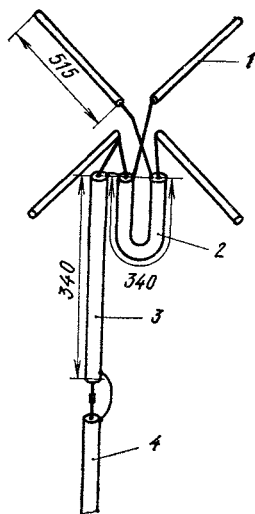

Рис. 1
**Крестообразный диполь.** Антенна состоит из двух полуволновых вибраторов 1, расположенных под углом 90° друг к другу (рис. 1). Диаграмма излучения этой антенны — далеко не идеальный круг, но практически она дает вполне хорошее круговое излучение. Так как волновое сопротивление одного диполя равно примерно 70 Ом, при параллельном включении двух диполей волновое сопротивление составляет около 35 Ом. Такого коаксиального кабеля в нашем распоряжении нет, поэтому лучше всего питать антенну через четвертьволновый трансформатор 3, изготовленный из 50-омного кабеля. От трансформатора до аппаратуры идет 75-омный кабель 4. Из такого же кабеля выполнено симметрирующее U-колено 2.